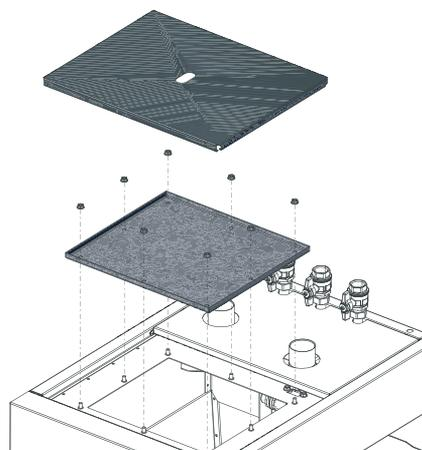

Fig. 60 Rimuovere la copertura sulla parte anteriore, togliere i dadi, estrarre il coperchio di revisione
- ▶ Rimuovere la copertura anteriore vicino al serbatoio – Fig. 60.
- ▶ Rimuovere gli 8 dadi nella parte superiore vicino al coperchio di revisione ed estrarre quest'ultimo – Fig. 60.
- ▶ Inserire i pellet nella stiva attraverso l'apertura di revisione con un piccolo secchio – Fig. 60.